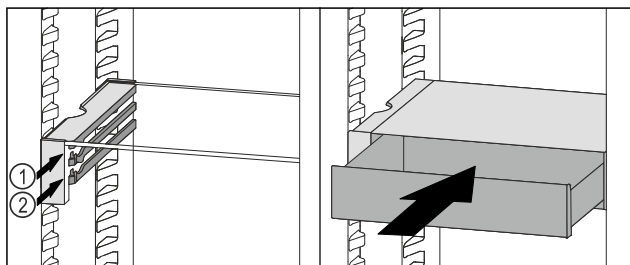

Fig. 136
- Nasadte zásuvku VarioSafe za zářezky na požadovaném žebro Fig. 136 (1) nebo Fig. 136 (2).